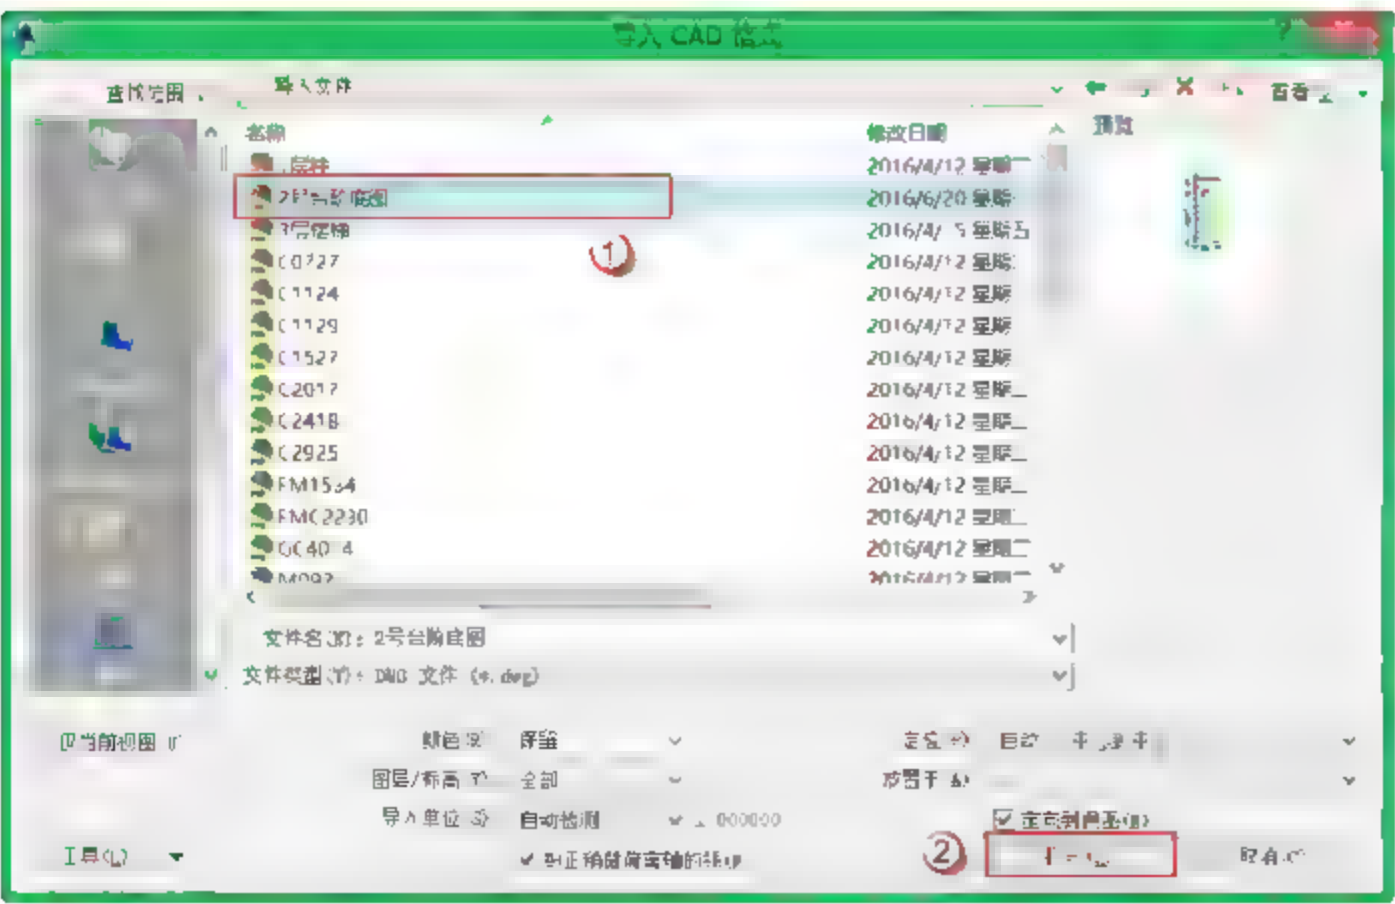
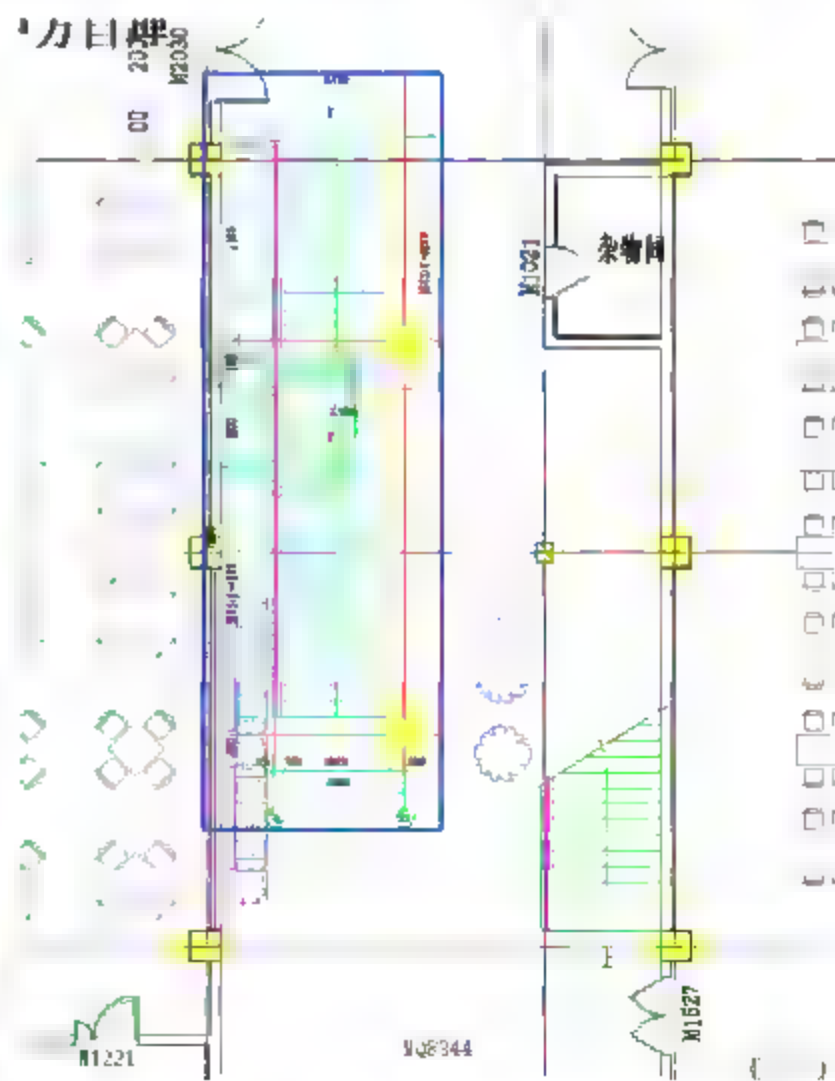

图 10.5.21 插入 1 号室内楼梯 CAD 图
图 10.5.22 插入 CAD 后的效果图
(1) 导入“室外台阶 2”CAD 底图。选择“插入”→“导入 CAD”命令，如图 10.5.21 所示。将配套资源中的“2 号台阶底图.dwg”文件导入到项目的 1 层平面中，成功导入后，效果如图 10.5.22 所示。